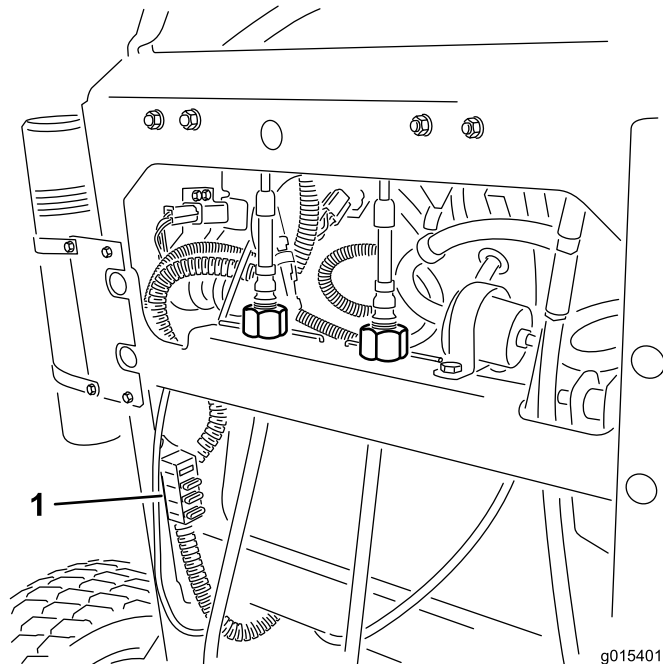

図 54
2. ヒューズを引き出して外し、あるいは交換する(図 54)。
注 正しい規格のヒューズが付いていることを確認する(図 54)。